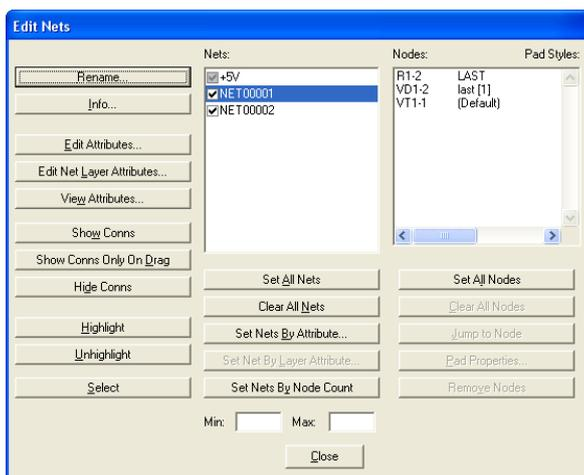

Рис.10.1. Диалоговое окно команды **Edit/Nets**
- кнопка **Select** позволяет перейти к редактированию выбранной цепи проекта (рис.10.1).